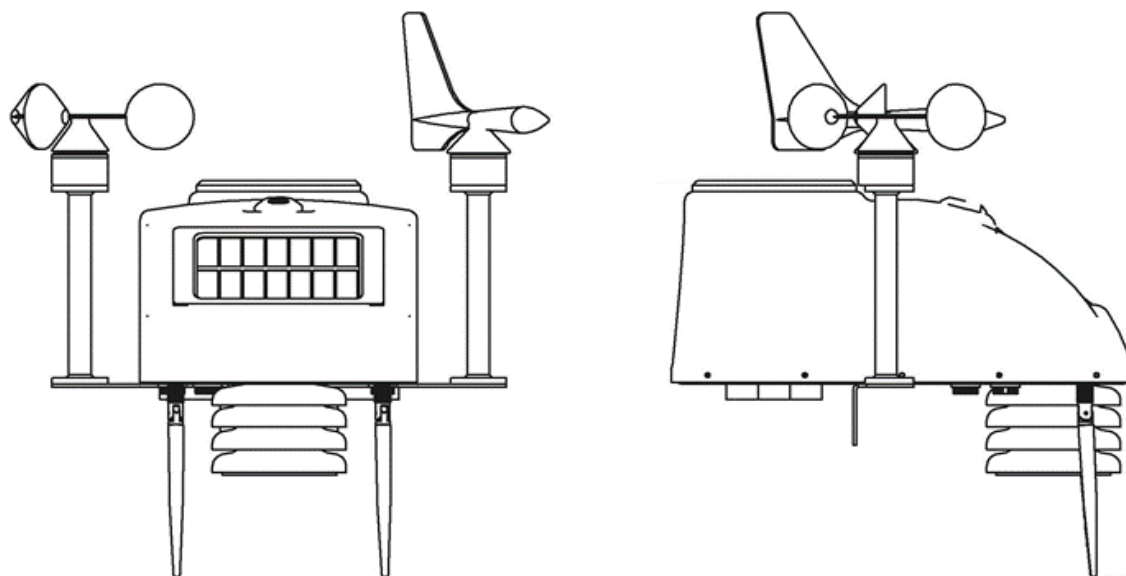

Рисунок 1 - Внешний вид метеостанции «СОКОЛ-М1»
2.7 Внешний вид метеостанции «СОКОЛ-М1» приведен на рис. 1.